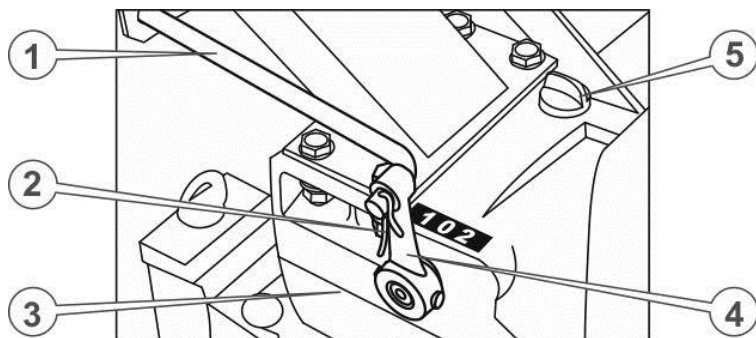

Рисунок 6. – Редуктор та важіль КПП
28. Встановити важіль перемикання передач, протягнувши його через вушко на кермі та вставивши кінцевим загином в отвір у коромислі на коробці перемикання передач (див. рис. 6.), зафіксувати важіль шплінтом.